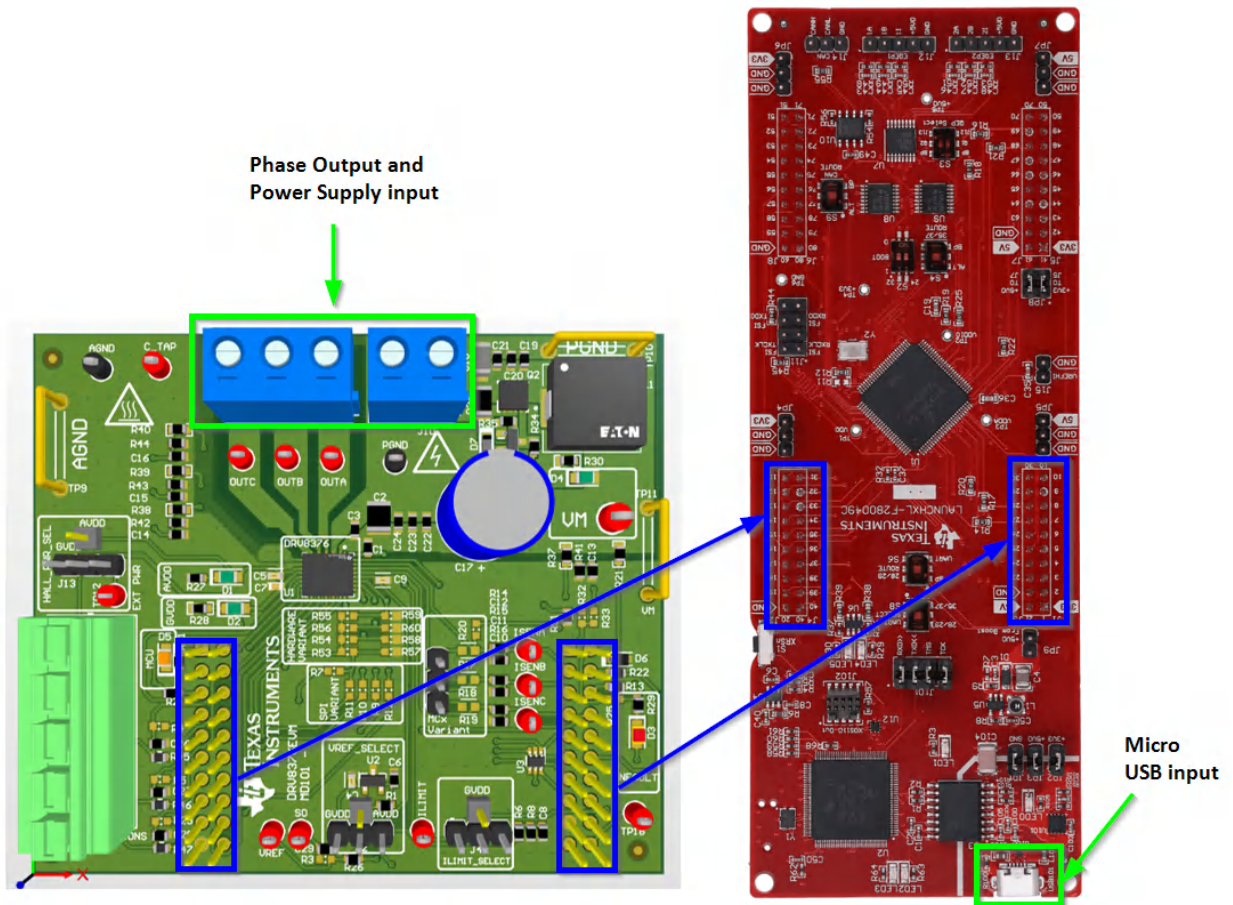

图 2-2. DRV8376EVM LaunchXL-F280049C 连接
5. 将 DRV8376EVM 连接到 LAUNCHXL-F280049C 的上半部分，如图 2-2 所示。电机和电源连接器必须朝向与 LaunchPad™ 上的 micro-USB 连接器相反的方向。
必须将 DRV8376EVM 连接到 LaunchXL-F280049C，如图 2-2 所示。确保 DRV8376EVM 的电源输入和相位输出朝向 LaunchXL-F280049C 上 micro-USB 的相反方向。